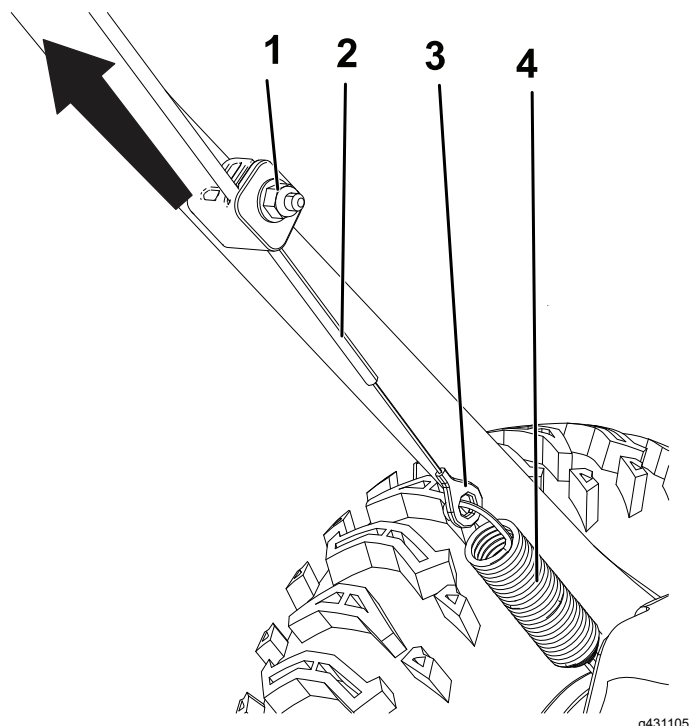

Figure 20
1. Desserrez l'écrou sur le collier inférieur du câble, mais ne le retirez pas (Figure 20).
2. Tirez sur le câble pour le tendre légèrement (Figure 20).
3. Maintenez le câble en place et serrez l'écrou (Figure 20).